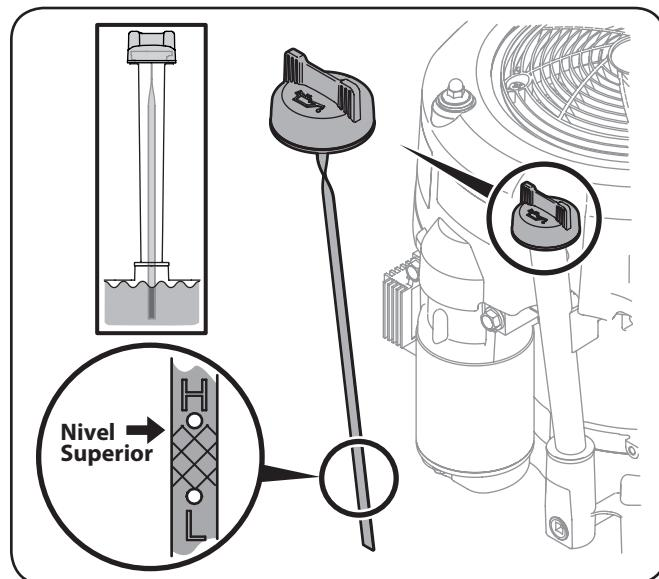

Figura 3-2
- Inserte la varilla en el cuello de llenado de aceite. Gire la varilla de 1 / 4 vuelta en la posición de bloqueo en su totalidad asiento. Vea la Figura 3-2.
- Si el nivel está bajo, agregue aceite lentamente hasta el límite superior de la varilla de medición. Vea el recuadro de la Figura 3-2.